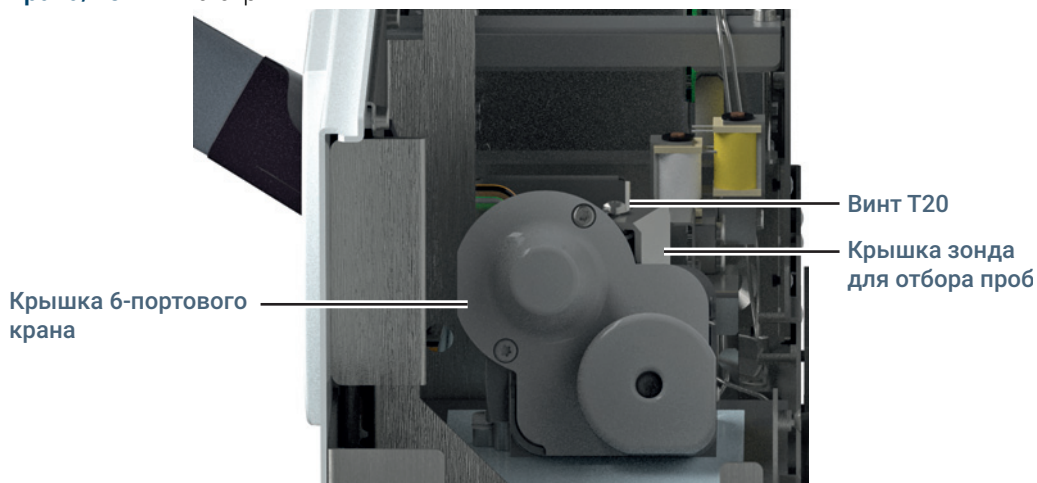

Рис. 17. Крышки крана и зонда для отбора проб
- 5 Снимите крышку крана/петли (**Рис. 17**). См. раздел «**Снятие крышки крана/петли**» на стр. 19.